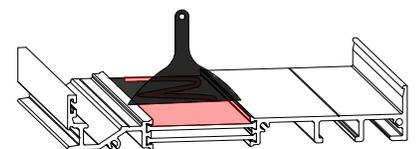
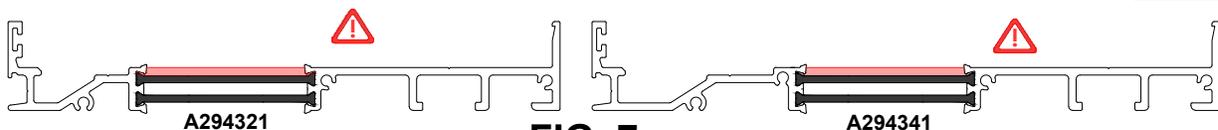

FIG. 6
FIG. 7
- Le seuil de réception avec une rupture thermique plate doit être scellé sur toute sa longueur. **See FIG 7.**
- En utilisant un outil de tige plate à travers la rupture thermique, assurez-vous que la cavité est remplie et à niveau sur le dessus. **Voir FIG 6 & FIG 7.**